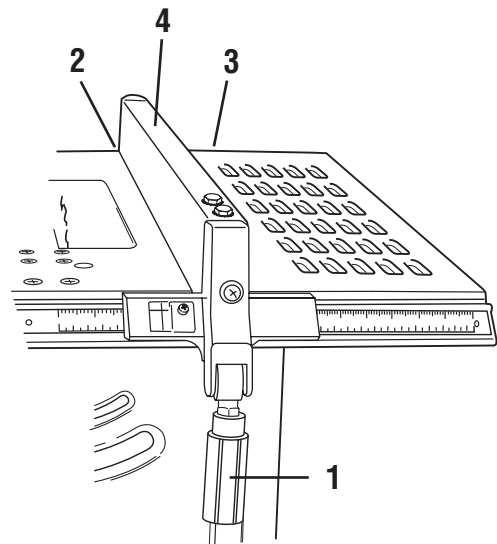

FIG. 29
1. Raise rip fence handle **1** as shown (Fig. 29), so holding clamp **2** is out far enough to fit on the table **3**.
2. Position the rip fence **4** over table, holding up the front end while engaging rear, then lowering front end onto rail. (Fig. 29)
2. Placez le guide de refente **4** sur la table en tenant son extrémité avant soulevée pendant que la partie arrière est engagée, puis abaissez l'extrémité avant sur le rail (Fig. 29).
2. Posicione el tope-guía para cortar al hilo **4** sobre la mesa, sujetando el extremo delantero mientras acopla la parte trasera y bajando luego el extremo delantero hasta el riel (Fig. 29).